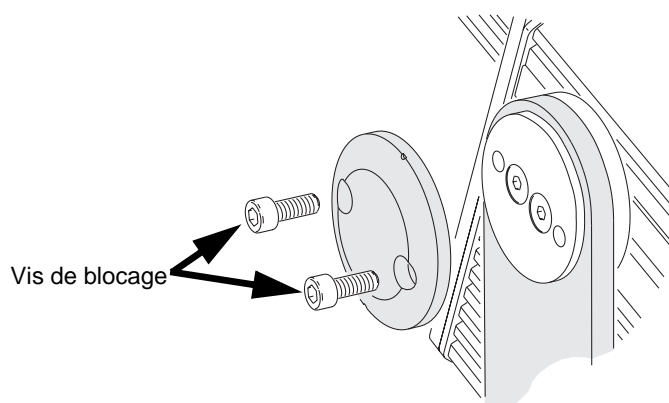

Figure 2: Réglage en tilt
2. Consultez la Figure 2. Desserrez mais ne retirez pas les vis de blocage de tilt. Inclinez le projecteur jusqu'à l'angle souhaité puis resserrez les vis.